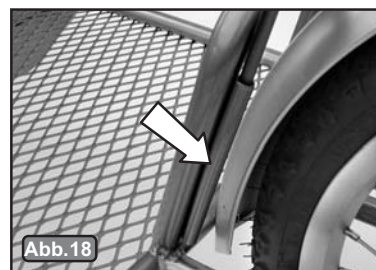

Abb. 18
B) Die Fähnchenstange bis ganz unten in die Wimpelhalterung stecken. Beim YAK befindet sich die Wimpelhalterung auf der linken Seite des Anhängers hinter dem Gepäckabteil (Abb. 18), beim IBEX in der Mitte des Stoßdämpfers (Abb. 19).